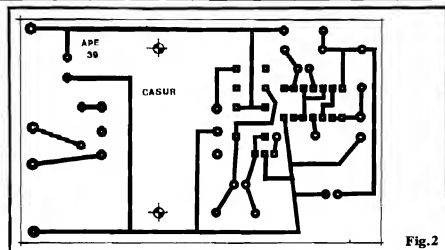

Fig. 2
- FIG. 2 - O CIRCUITO IMPRESSO ESPECÍFICO - Para que tudo fique bem compacto, optamos por "leiar" o Circuito Impresso específico incluindo a colocação do transformador sobre a própria placa... Com isso, os mesmos parafusos usados para fixação das "orelhas" do dito trafo, também servirão como fixadores gerais da placa junto à caixa, dando bastante solidez ao conjunto... Quanto ao Impresso, seu diagrama é simples, não muito "amontado", visto em escala 1:1 na figura... Os maiores cuidados que o Leitor/Hobbysta deverá ter referem-se ao desenho (traçagem), corrosão e furação da região compreendida pelas ilhas destinadas à recepção das "perninhas" do Integrado (inevitavelmente próximas umas das outras... No mais, tudo